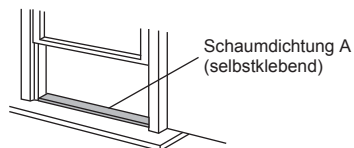

Abb. 8
1. Schneiden Sie die Dichtung A (selbstklebend) auf die passende Länge zu und kleben Sie sie auf das Fenstersims (Abb.8).